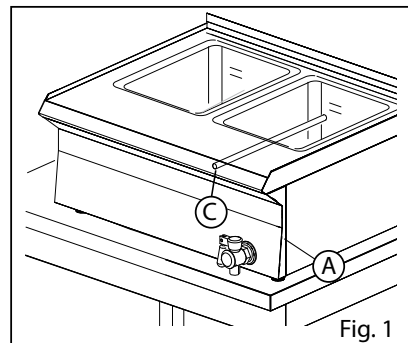

Fig. 1
- Sostituire l'iniettore (Fig. 1) con quello corrispondente al gas prescelto secondo quanto riportato nella Tabella di riferimento.
1. Smontare il cruscotto e le manopole (Fig. 1/A)
- Rimuovere il bulbo della valvola dalla vasca (Fig. 1/C)
- Sfilare il bulbo dalla vasca (Fig. 1/C + 5/A)